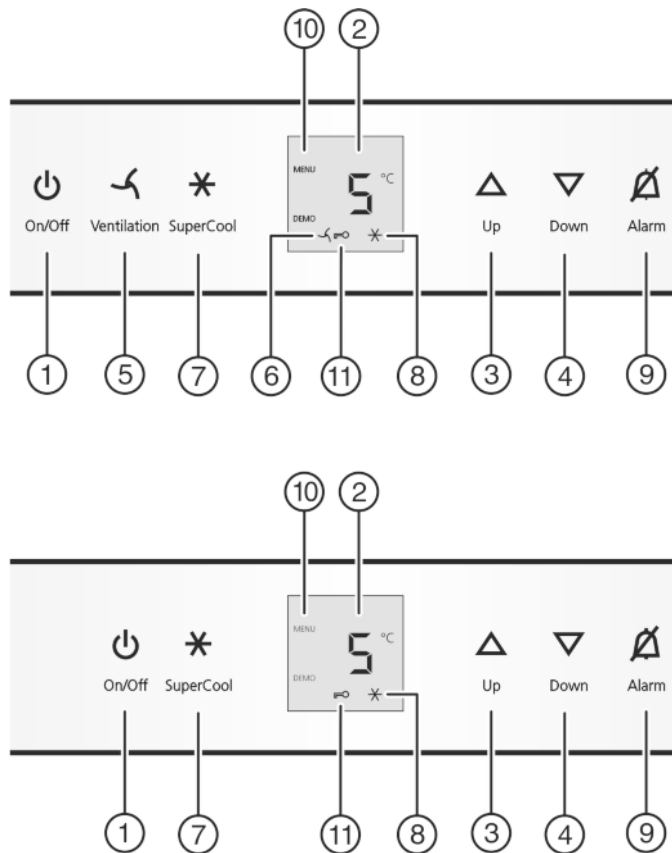

Fig. 2
- ▶ Toets On/Off Fig. 2 (1) indrukken.
- ▶ Instelmodus activeren: toets SuperCool Fig. 2 (7) ca. 5 s indrukken.
- ▷ Het symbool Menu Fig. 2 (10) is verlicht.
- ▶ Druk kort op de toets SuperCool Fig. 2 (7) om te bevestigen. Als in de display **c1** wordt aangegeven:
- ▶ om de kinderbeveiliging in te schakelen, drukt u kort op de toets SuperCool Fig. 2 (7).
- ▷ Het symbool kinderbeveiliging Fig. 2 (11) brandt. Op de display knippert **c**. Als in de display **c0** wordt aangegeven:
- ▶ om de kinderbeveiliging uit te schakelen, drukt u kort op de toets SuperCool Fig. 2 (7).
- ▷ Het symbool kinderbeveiliging Fig. 2 (11) dooft. Op de display knippert **c**.
- ▶ Instelmodus deactiveren: toets On/Off Fig. 2 (1) indrukken.
- ▶ Toets Alarm Fig. 2 (9) indrukken.
- ▶ Temperatuur hoger instellen: insteltoets Up Fig. 2 (3) indrukken.
- ▶ Temperatuur lager instellen: insteltoets Down Fig. 2 (4) indrukken.
- ▶ Toets SuperCool Fig. 2 (7) kort indrukken.
- ▷ Het symbool SuperCool Fig. 2 (8) is verlicht in de display.
- ▷ Het symbool SuperCool Fig. 2 (8) in de display gaat uit.
- ▶ Druk kort op de toets Ventilatie Fig. 2 (5).
- ▷ Het symbool Ventilatie Fig. 2 (6) brandt.
- ▷ Het symbool Ventilatie Fig. 2 (6) gaat uit.